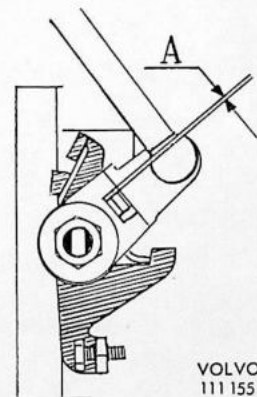

Fig. 18. Afstelling van de smookklepbedieningshefboom
7. Stel de bedieningsstangen af. Met de hefboom op de horizontale bedieningsas rustend tegen de aanslag op het spuitstuk, moeten de verticale verbindingstangen zodanig worden afgesteld dat er een speling van ongeveer 0,1 mm aanwezig is tussen de hefboom en de meenemer op de smoorklepas. Zie fig. 18.